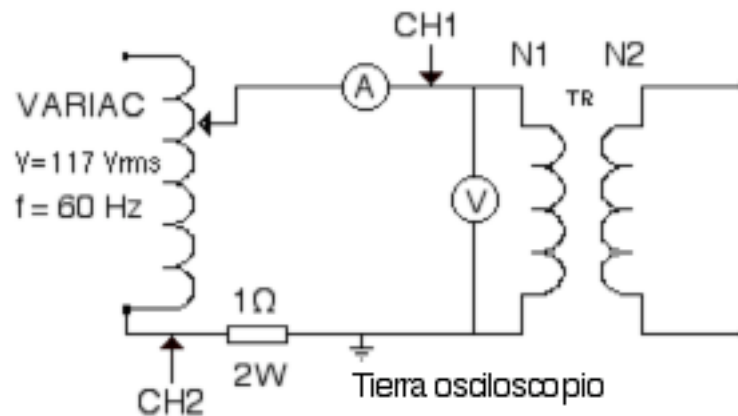

Figura 10.4. Circuito para realizar las pruebas en cortocircuito del transformador
- 27.- Para realizar las pruebas en cortocircuito del transformador, monte el circuito de la figura 10.4.
31.- Observe que, según las conexiones mostradas en la figura 10.4, el canal CH1 del osciloscopio está midiendo el voltaje en el primario, y el canal CH2 está midiendo el voltaje sobre una resistencia de 2Ω , por la cual circula la corriente del primario, pero con la polaridad invertida, por lo que debe aplicar el control de inversión de este canal. Grafique las señales de los canales CH1 y CH2 del osciloscopio para la prueba de cortocircuito en papel milimetrado.